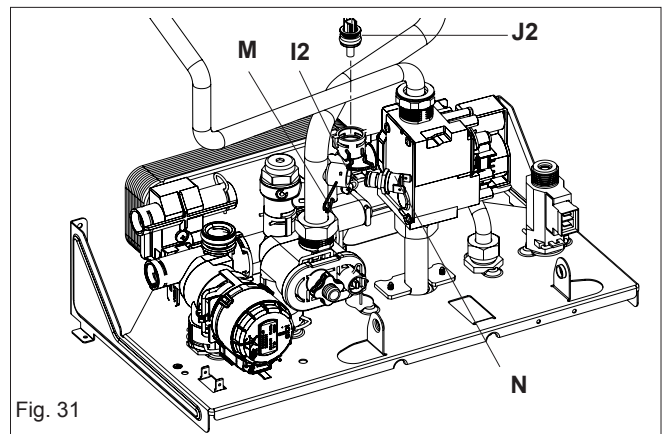

Fig. 31
6.8 WATER PRESSURE SWITCH (fig. 31)
6.20.4 DHW THERMISTOR (fig. 31)